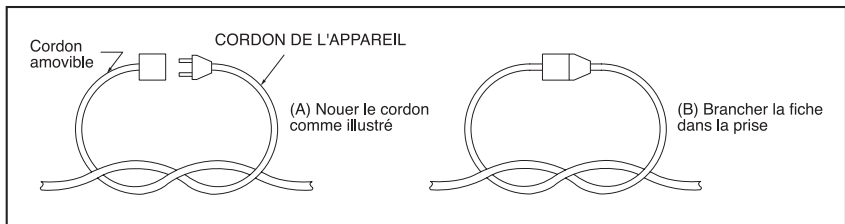

Figure 1 : Méthode de fixation de l'extension
- 1) Faire un nœud comme illustré à la figure 1.